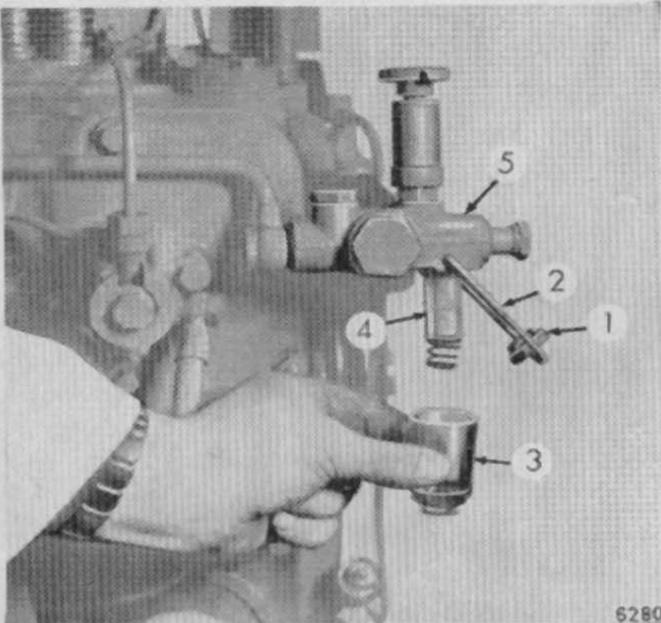

Bild 21
**B 3 Kraftstoffvorreiniger an der Förderpumpe\*) reinigen.** Alle 60 Betriebsstunden die Spannmutter 1 (Bild 21) lockern; Drahtbügel 2 zur Seite schwenken und Filterglocke 3 abnehmen. Siebfilter 4 herausdrehen. Filter und Glocke in Kraftstoff reinigen. Beim Zusammenbau auf gute Dichtheit achten.